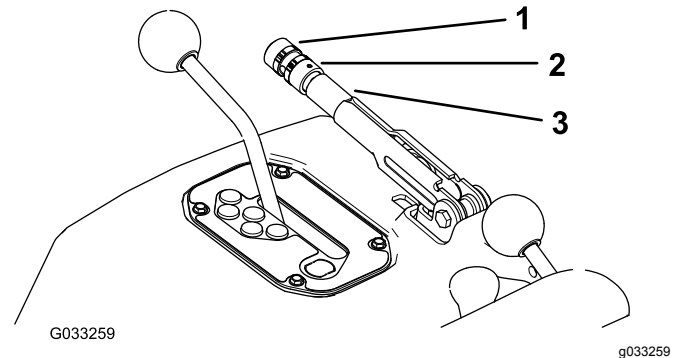

Figura 75
2. Allentate la vite a pressione che fissa la manopola alla leva del freno di stazionamento (Figura 75).
3. Girate la manopola (Figura 75) finché non occorre una forza di 20–22 kg per azionare la leva.
4. Serrate la vite a pressione una volta finito (Figura 75).